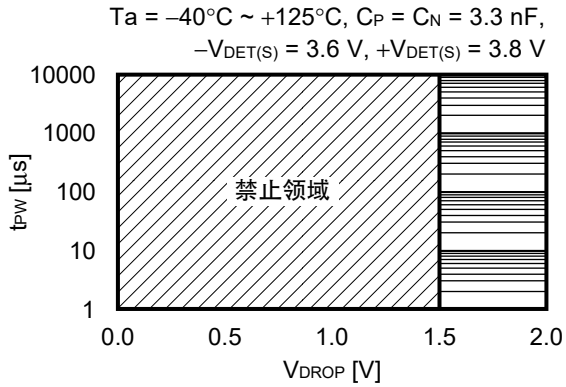
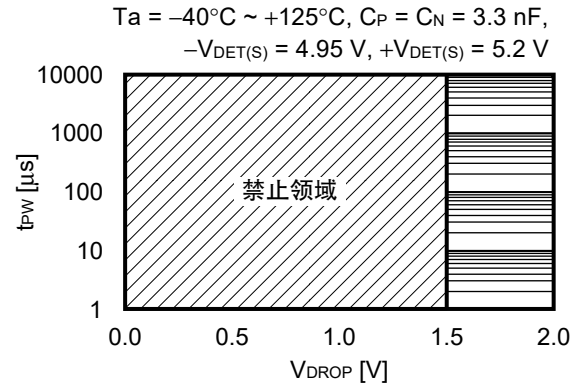

图54
图55
解除延迟时间中,VDD端子 (VDD检测产品) 瞬间下降到检测电压 (-VDET) 以下,然后再次上升到解除电压 (+VDET) 以上时,在经过正常的解除延迟时间后输出解除信号的脉冲幅度 (tPW) 与VDD下限值 (VDROP) 之间的关系如图54、图55所示。
- 注意 1. 图54、图55表示正常的解除延迟时间经过后输出解除信号的输入电压条件。变为禁止领域后,在延迟时间结束前可能会被误解除。
2. 解除延迟时间中VDD端子电压变为如图54、图55所示的禁止领域时,请先向VDD端子输入0 V,然后再次启动S-19110系列。